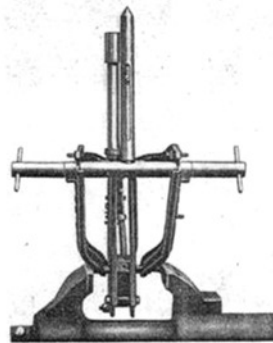

Bild 202. Prüfdorn Nr. 01841 und Prüfgerät Nr. 01842 in Rahmen eingesetzt
3. Prüfgerät Nr. 01842 in Hintergabelenden einsetzen (Bild 202).
5. Prüfdorn mit starkem Ende nach oben in Rahmenlenkkopf einsetzen (Bild 202).